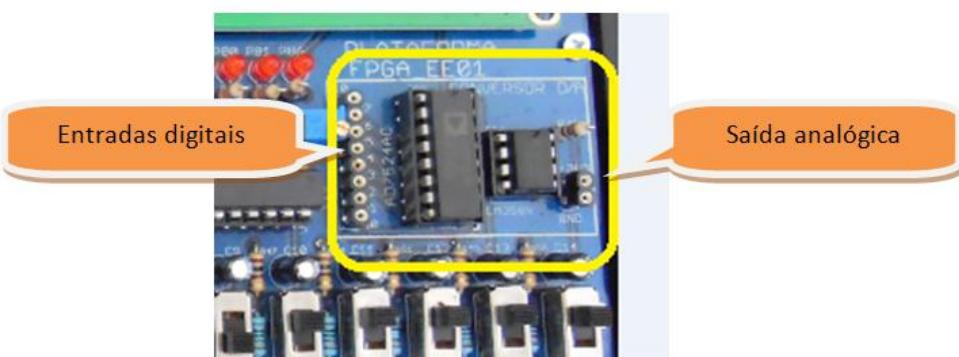

Figura 17
- A localização do módulo conversor D/A é apresentada na figura 17